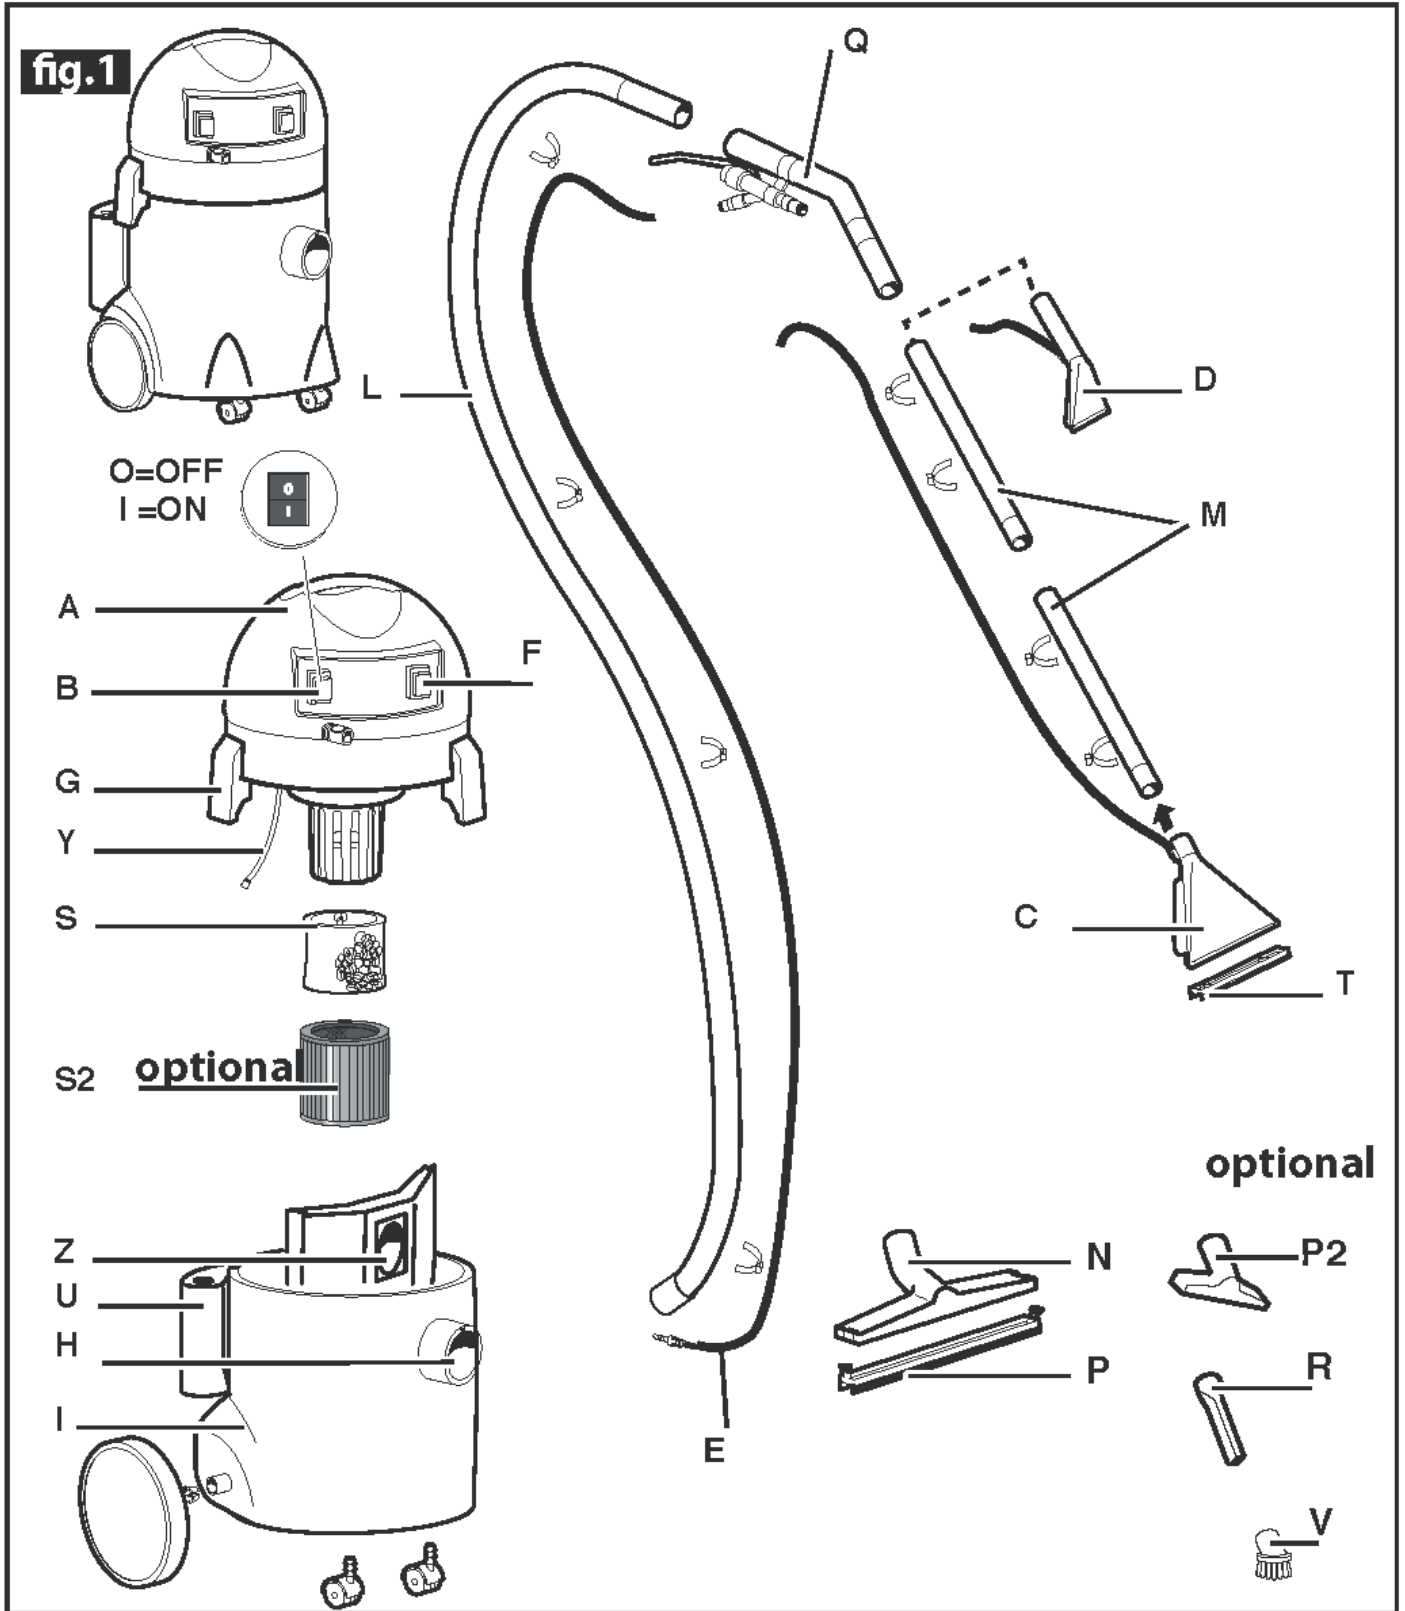

fig.2
- Na extremidade da mangueira (L), encaixe as extensões (M) e ligue o acessório mais adequado (fig.2) (fig.3).